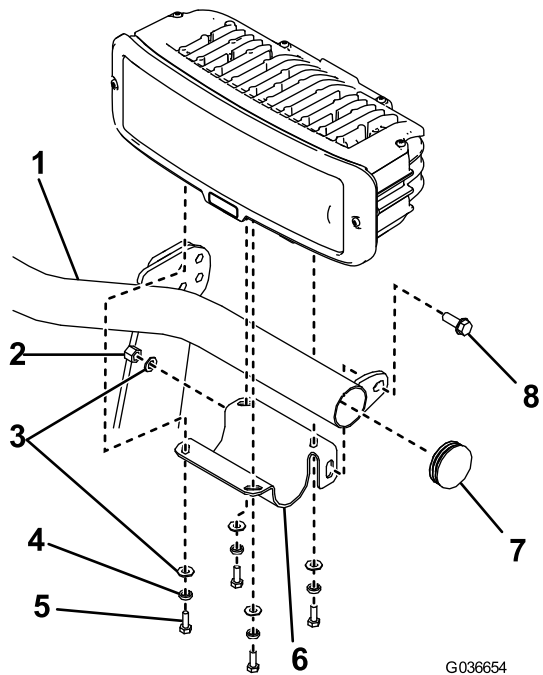

Figure 12
2. Veillez à insérer les obturateurs à chaque extrémité de la barre d'éclairage (Figure 12).
3. Fixez le support de phare gauche à la barre d'éclairage avec un boulon à embase ($\frac{3}{8}$ x 1 po), une rondelle plate et un contre-écrou en nylon (Figure 12).
4. Fixez le phare gauche au support de phare à l'aide de 4 boulons ($\frac{1}{4}$ x $\frac{3}{4}$ po), rondelles-frein fendues et rondelles plates (Figure 12).